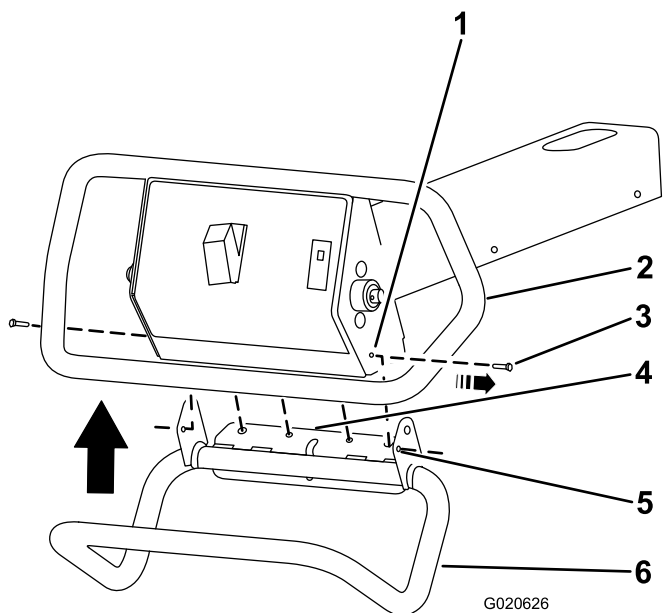

Figura 1
1. Rimuovete i 2 bulloni a testa esagonale (10-24 x 1/2 poll.) come illustrato in Figura 1.
3. Spingete la stegola verso l'alto e allineate la flangia al telaio (Figura 1).
4. Allineate i fori di montaggio dei 2 bulloni a testa esagonale (10-24 x 3-/4 poll.) della stegola con i fori presenti sul telaio (Figura 1).